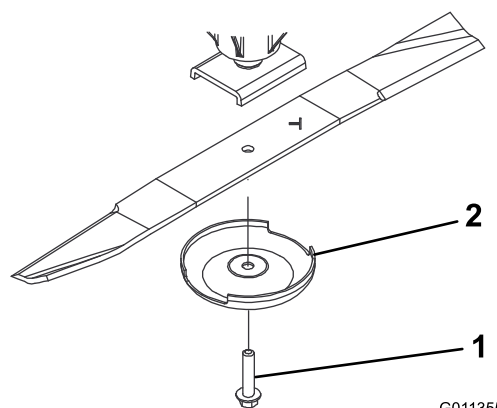

Figura 96
2. Fixe a extremidade da lâmina utilizando um pedaço de tecido ou uma luva grossa. Retire o parafuso da lâmina, o recipiente antidanos e lâmina do eixo (Figura 96).
3. Instale a lâmina, com a aba voltada para a plataforma de corte, com o recipiente antidanos e o parafuso da lâmina (Figura 96). Aperte a porca de bloqueio com 115 a 149 N·m.
Se a lâmina continuar a sofrer este tipo de desgaste irá formar-se uma ranhura entre a aba e a parte plana da lâmina (Figura 96). Eventualmente, pode soltar-se algum pedaço da lâmina e projetar-se, ferindo-o a si ou a qualquer pessoa próxima.